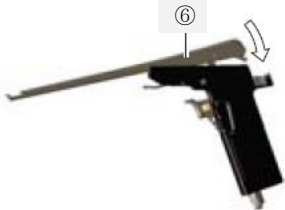

図 6
- (5) シース⑥を矢印の方向へ倒しハンドル⑧に押し込むと（図 6）、ロックボタン⑦にてシース⑥が自動的に固定される。固定されるとカチッと音がする。